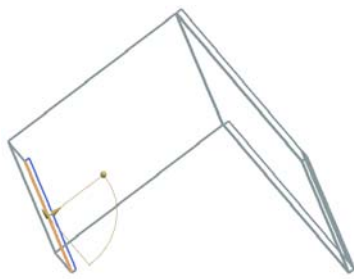

图 11-18 预览显示所创建的弯边
(11) 在“弯边”对话框中, 设置“宽度选项”为“完整”, “长度”为 8, “角度”为 90, “参考长度”为“外部”, “内嵌”为“材料外侧”, 在“折弯止裂口”和“拐角止裂口”下拉列表框中选择“无”。选择弯边, 同时在视图区预览显示所创建的弯边, 如图 11-18 所示。